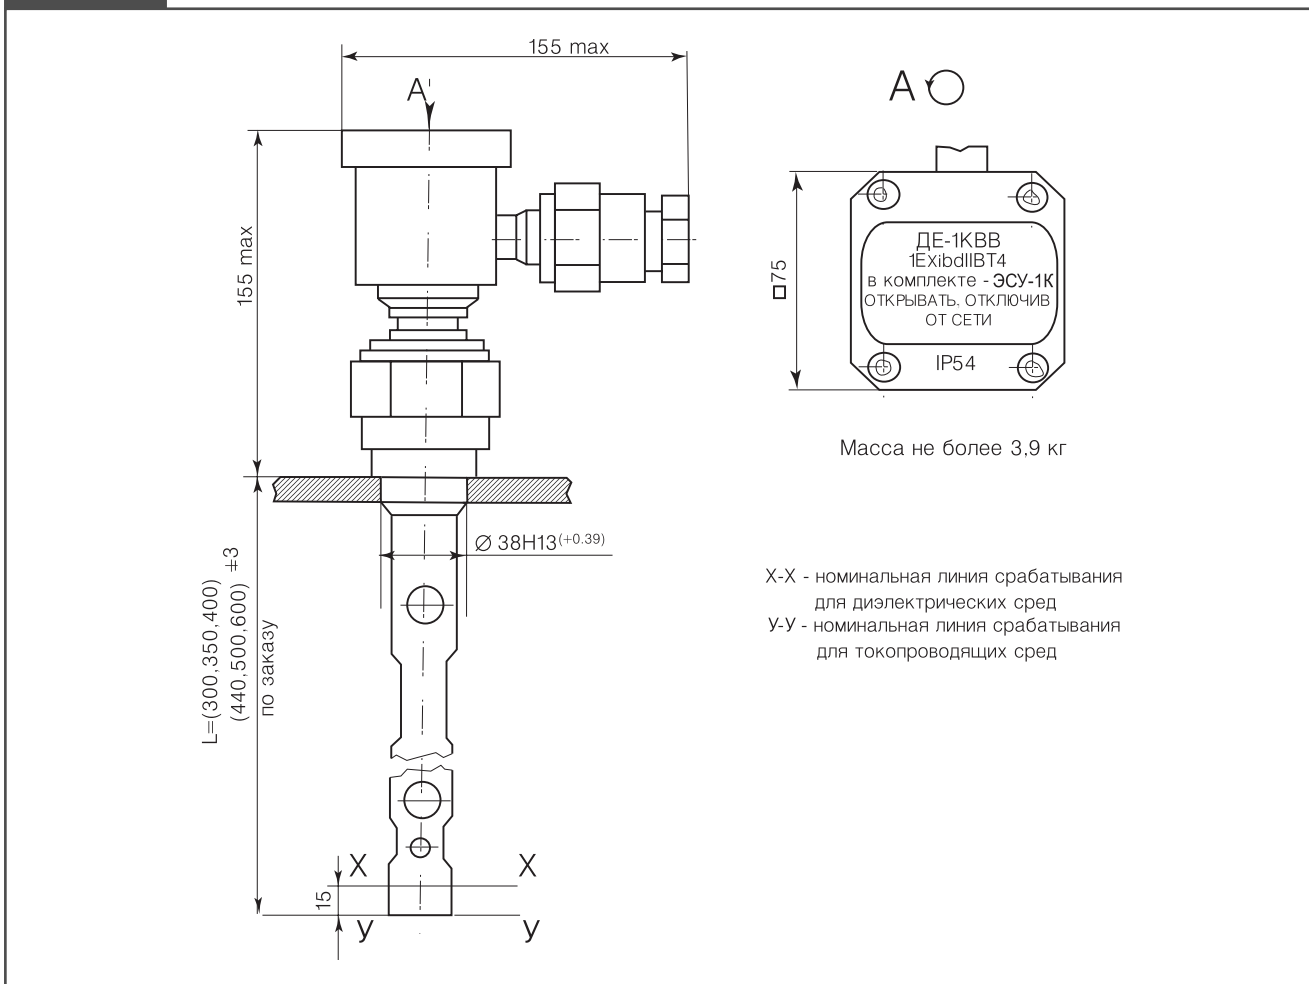

Рисунок 10
- Перед установкой датчика с него предварительно снимается и вваривается соответственно в объект контроля штуцер 3. Затем датчик вворачивается в штуцер до обеспечения надежного уплотнения с помощью прокладки. Для подсоединения кабеля необходимо вывернуть винты 7 и снять крышку 6 (рисунки 2-9). Электромонтаж выполнить по схеме внешних соединений (рисунок 10).